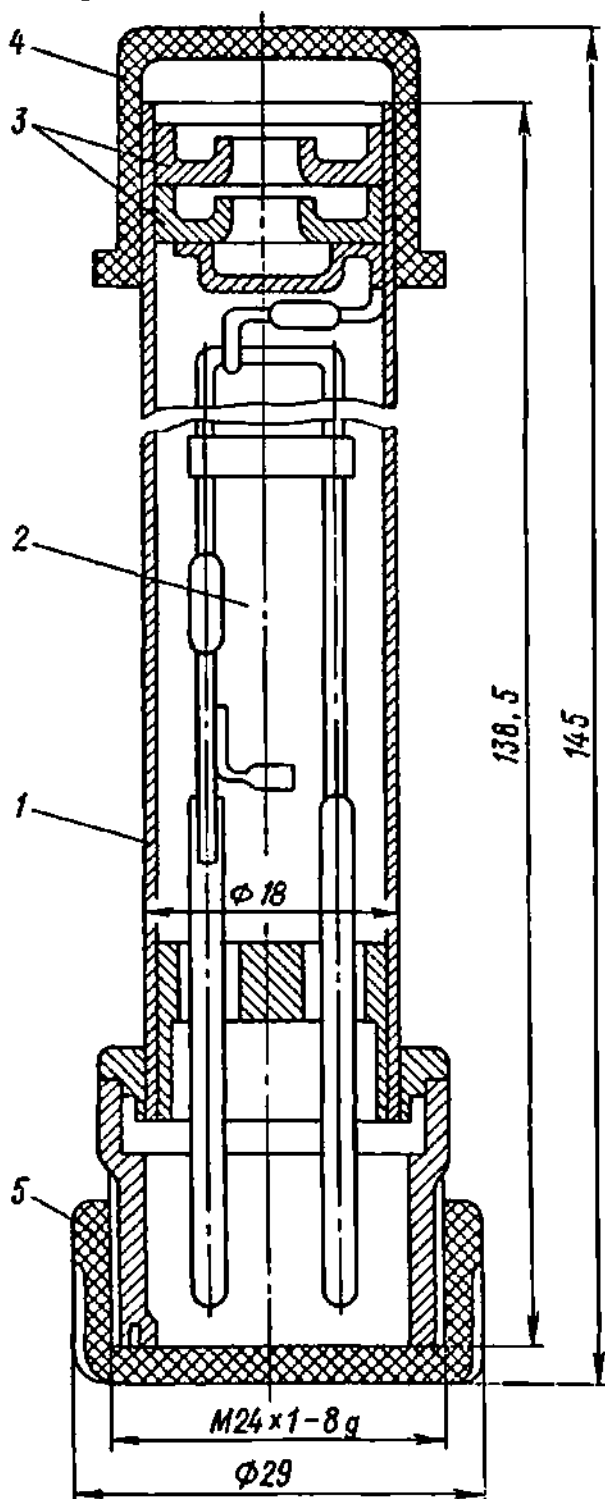

Рис. 2. Конструкция преобразователя
5.3.1. Преобразователь состоит из тонкстенного корпуса I (рис. 2), выполненного из нержавеющей стали. Внутри корпуса смонтирован нагреватель 2 - нить из платиновой проволоки $\varnothing 0,012\text{ мм}$. Соединение преобразователя с вакуумной системой осуществляется через "грибковое" (штуцерное) уплотнение ДУ I6 по ОСТ II.868.003-76. Во избежание сматия уплотнителем конец тонкстенной трубки армирован двумя шайбами 3. Для защиты от загрязнения при транспортировании и хранении преобразователь закрывается пробкой 4 и заглушкой 5.